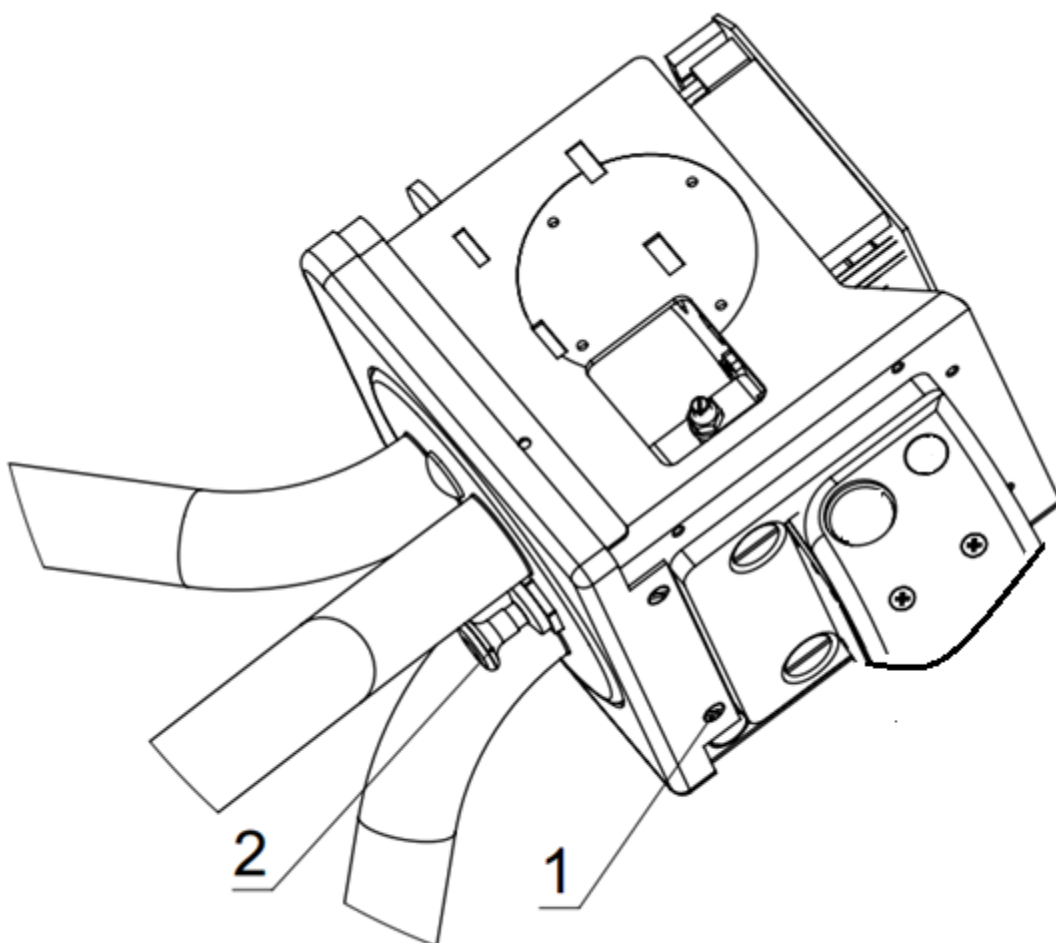
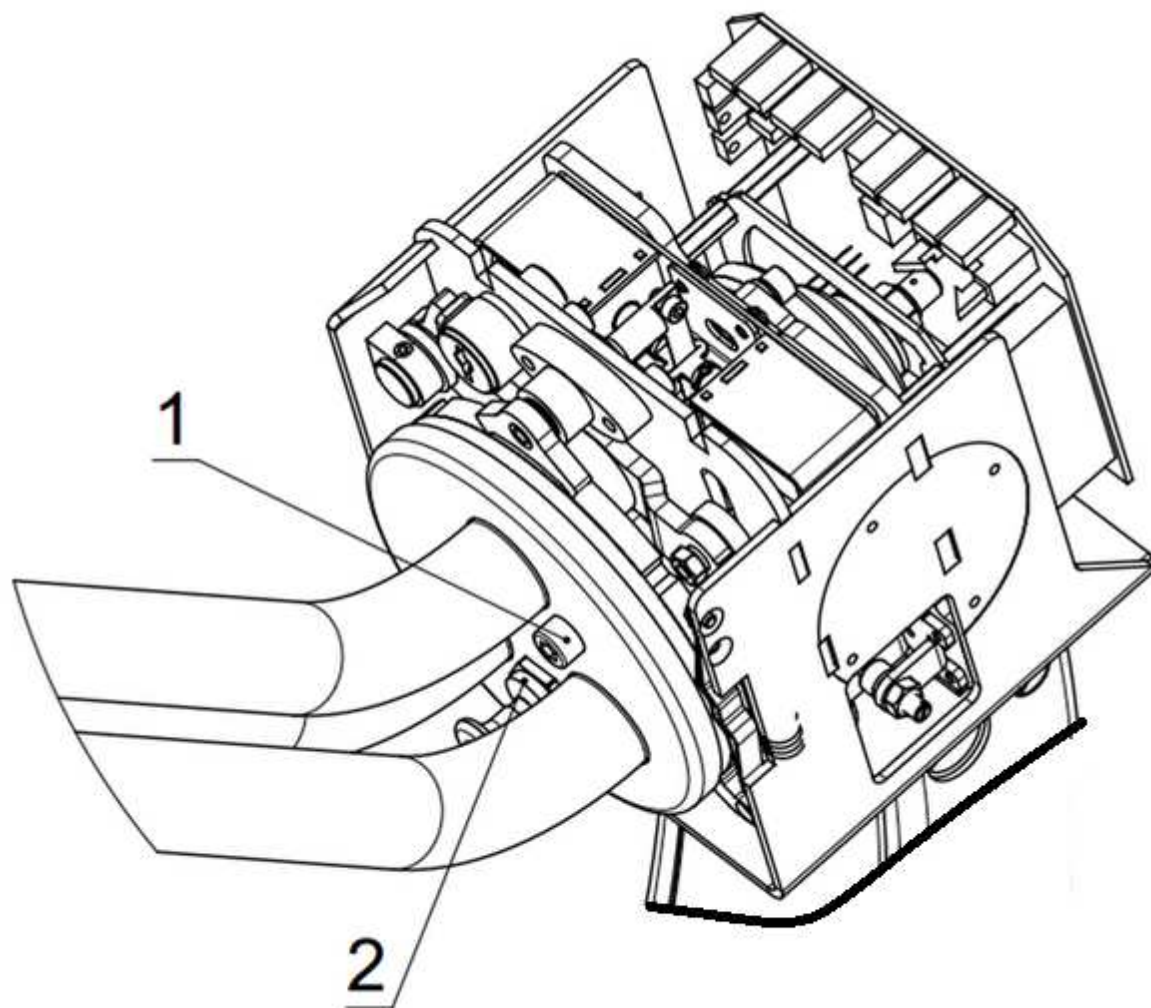
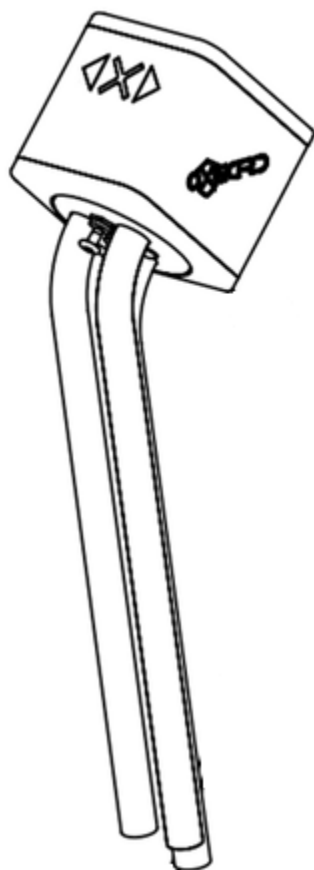

Рис.3
Рис.4
Рис.5
Сдвинуть кожух до конца и освободить доступ к поворотному механизму. Вид после снятия кожуха представлен на (рис.3)
Для удобства дальнейшей работы сложите преграждающие планки, для этого: оттяните стопор фиксации 2 планок (рис.3) и, удерживая одну планку рукой в зафиксированном положении, другой рукой проверните другую планку по часовой стрелке, так чтобы все планки совместились (рис.4) ,опустите сложенные планки вниз (рис.5) .
2.3. Открутить два винта 1 (рис.4) M8 с помощью шестигранника S6.